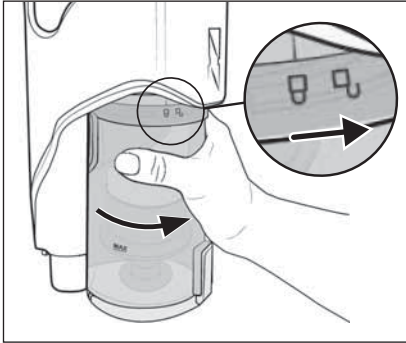

Abb. 23
- 8) Setzen Sie den Staubbehälter **6** wieder in das Gerät und drehen Sie ihn in Richtung des Symbols  (schliessen), bis er fest im Gerät sitzt (siehe Abb. 23).